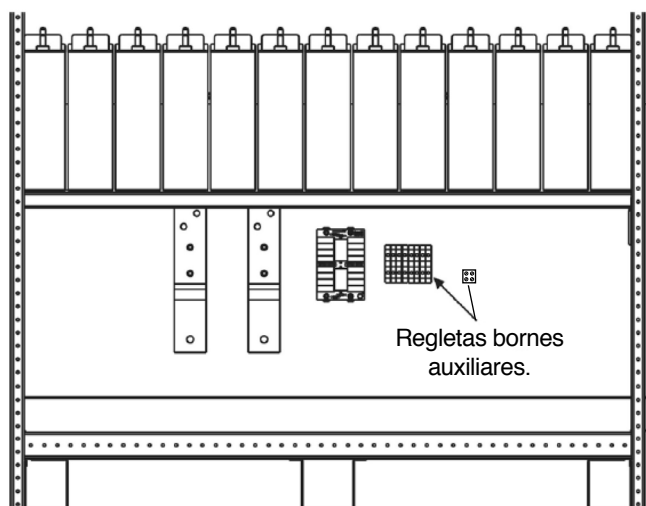

Fig. 30. Disposition de la réglette de bornes auxiliaire pour des modèles 400 à 800 kVA.
- La connexion électrique est réalisée directement sur la réglette de bornes disposée sur la même carte de l'optionnel (voir figure 30), sur laquelle on fournit un contact commuté pour chacun des huit relais des alarmes disponibles pour leur libre utilisation.